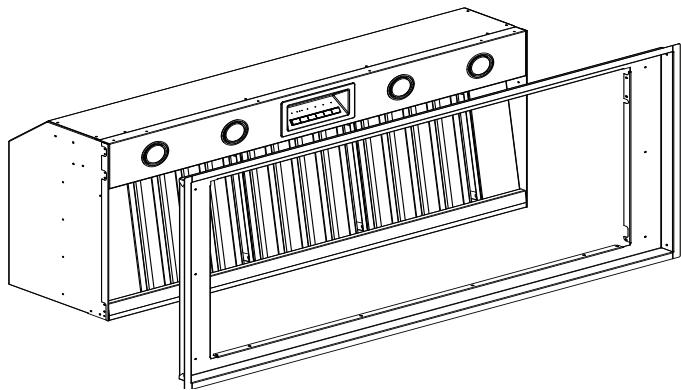

Figure 2 : Installation du revêtement protecteur
1. Faites glisser le revêtement dans la hotte (*Figure 2*).